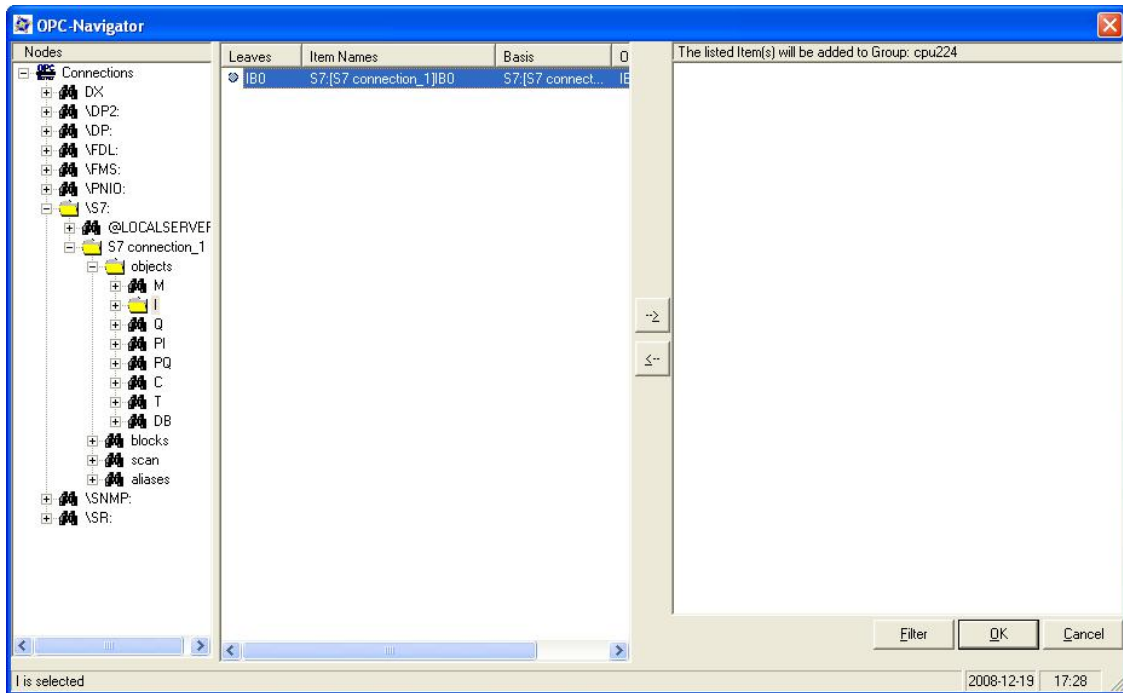
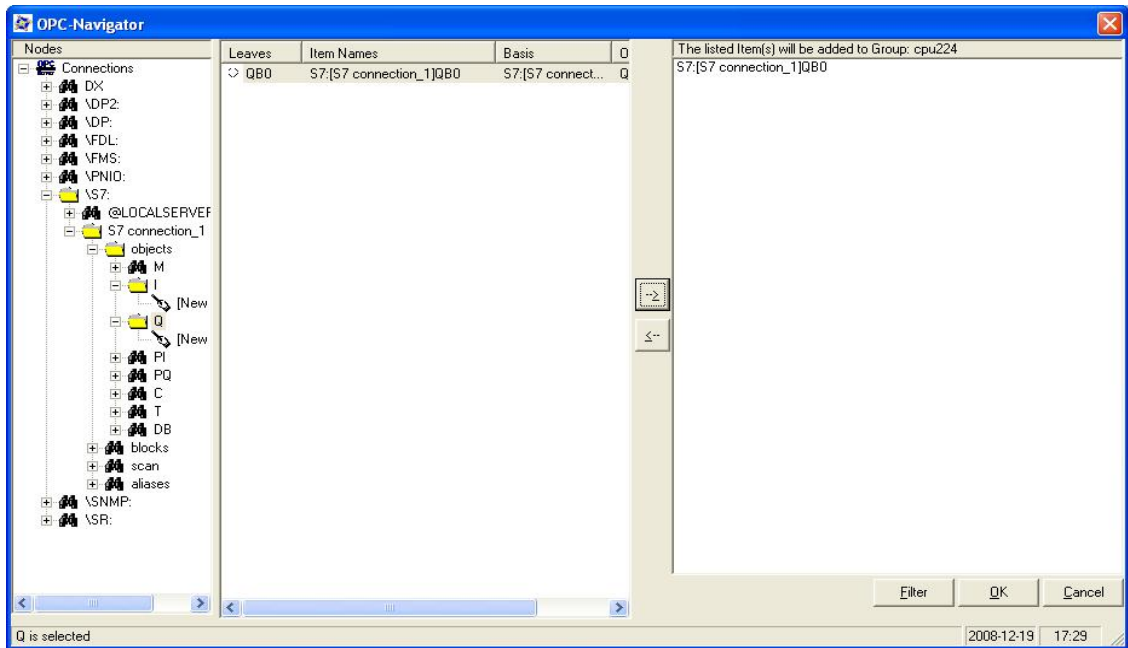
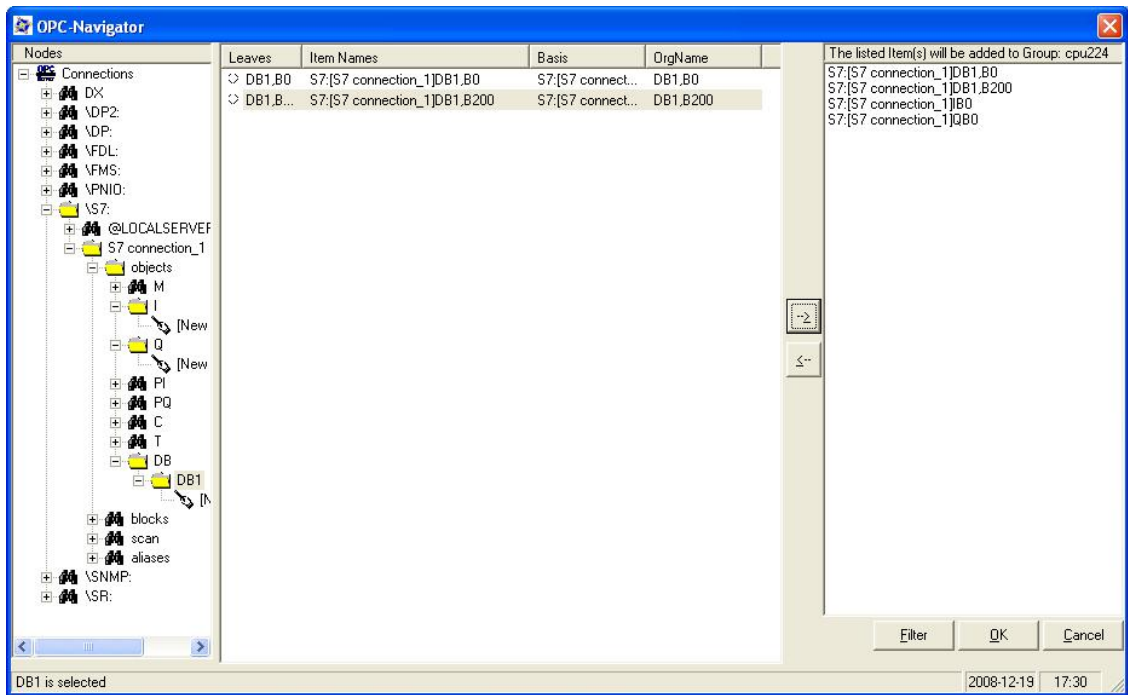
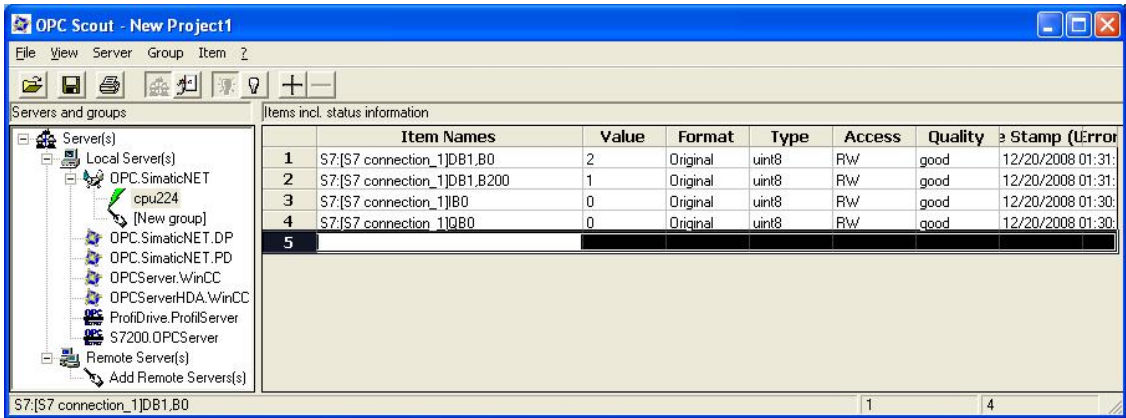

图 22
图 23
图 24
图 26
2. 双击生成的连接组“cpu224”打开 OPC-Navigator，选择“S7”协议，自动显示已组态的 S7 connection_1，点击“objects”显示所有通讯数据区，以 I/M/Q/DB 为例创建通讯数据，如下图 22，图 23，图 24 点击“→”将条目移送到右侧窗口，点击“OK”，如通讯正常，则在如图 26 中“Quality”一栏中显示为“good”
在 OPC Scout 中对应 DB 变量接受无误，如图 26, DB1.DBB200 和 DB1.DBB0